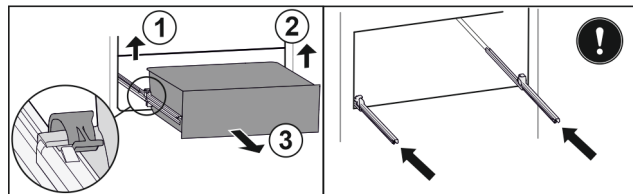

Fig. 164
- ▶ Zvedněte levou svorku a současně vytáhněte zásuvku vlevo dopředu. Fig. 164 (1)
- ▶ Zvedněte pravou svorku a současně vytáhněte zásuvku vpravo dopředu. Fig. 164 (2)
- ▶ Vyjměte zásuvku dopředu. Fig. 164 (3)